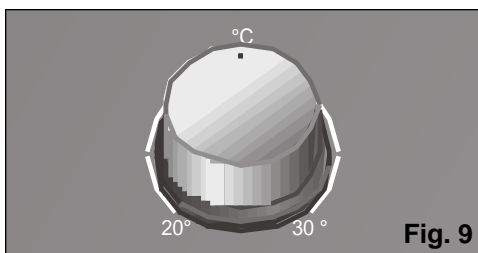

Fig. 9
- ❑ Zet de thermostaat op de gewenste temperatuur, Fig. 9. Als het apparaat automatisch afslaat door de thermostaat, moet u wachten totdat de temperatuur in de omgeving 2-3° C stijgt, voordat het apparaat weer gaat werken.